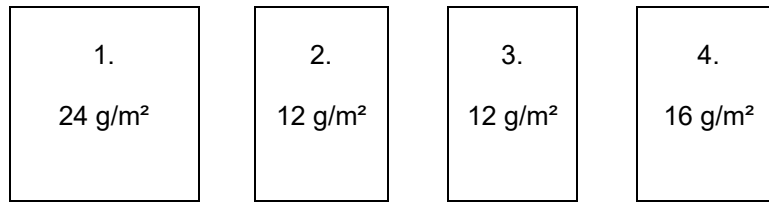

Abb. 8
- Die 2. Anwendung (12 g/m²) muss in Beziehung auf die erste berechnet werden und kann durch die Berechnung $12 \div 24 = 0,5$ oder 50% dargestellt werden (siehe Abb. 8).